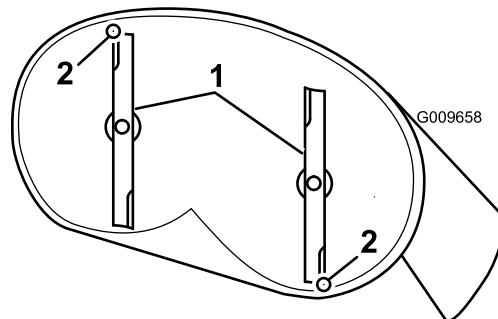

Figura 67
- Gire cuidadosamente las cuchillas colocándolas en el sentido de avance de la máquina (Figura 67 y Figura 68).
- Mida entre la punta de la cuchilla delantera y la superficie plana, y entre la punta de la cuchilla trasera y la superficie plana (Figura 67 y Figura 68).
9. Después de realizar el ajuste, compruebe de nuevo la inclinación longitudinal, y siga ajustando la tuerca hasta que la punta de la cuchilla delantera esté entre 1,6 y 7,9 mm más baja que la punta de la cuchilla trasera (Figura 67 y Figura 68).